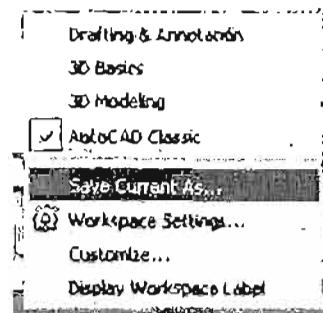

Рис. 1.12. Сохранение созданной конфигурации интерфейса
- Откройте раскрывающийся список на панели инструментов Workspace (Рабочие пространства) и выберите из него пункт Save Current As (Сохранить как) (рис. 1.12).